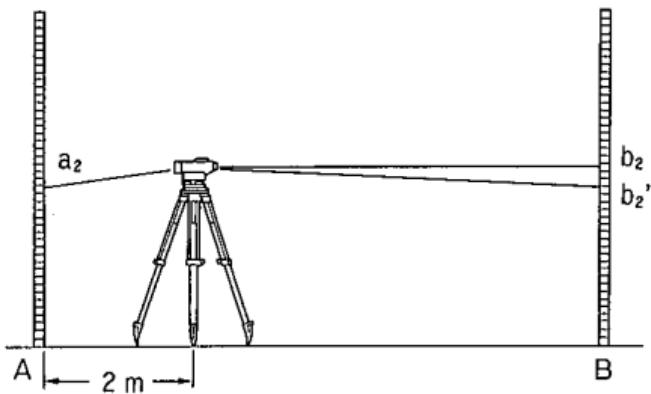
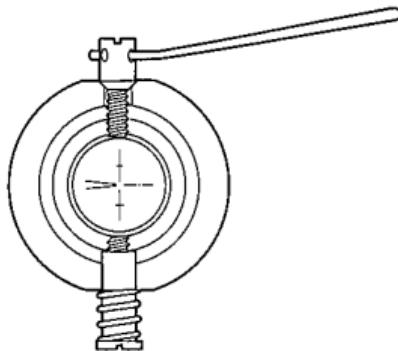

図 7.6
図 7.8
- 2) 点Aから2mの地点に機械を据え、再びa₂・b₂を読みとります。(図7.6)
4) 調整ピン⑰（「11. 標準品一式（格納図）」参照）を使って、 $b_2' = b_2$ になるまで調整します。例えば、図 7.6 の場合、 b_2 の値が大きすぎるので、十字線を下げる必要があります。この場合は調整ねじを少しゆるめて下さい。また、十字線を上げたいときは調整ねじを締めて下さい。（図 7.8）